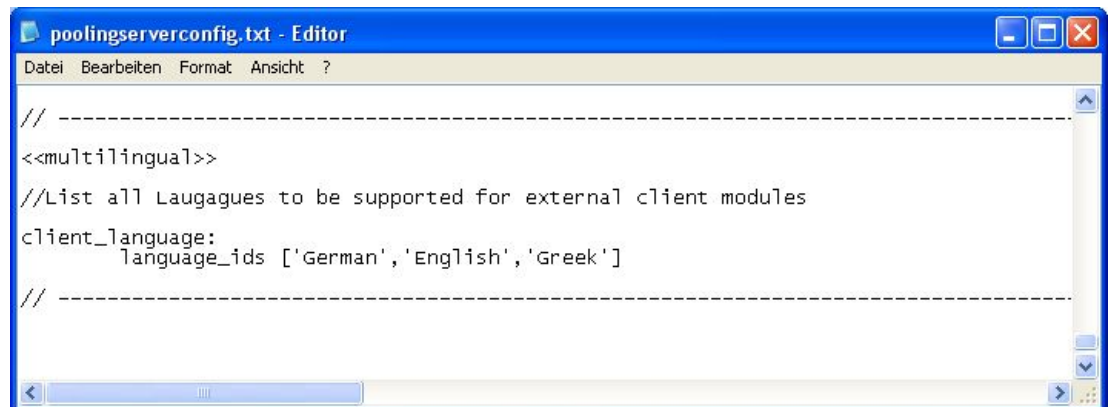

Abbildung 9: Beispiel für Spracheinstellungen (*Language_ids*)
Wenn Sie zum ersten Mal die *Language IDs (Spracheinstellungen)* in der Textdatei bearbeitet haben (siehe Abbildung 9) und den DPE danach starten, werden die konfigurierten Sprachen in der Zeile *Sprache* des Dialogs *Benutzeranmeldung* angezeigt, siehe Abbildung 7.
- Wenn Sie mehrere Spracheinstellungen in der Textdatei definiert haben (siehe Abbildung 9), wählen Sie beim Starten des DPEs die entsprechende Sprache aus, in denen die Attributswerte angezeigt werden sollen. Siehe Abbildung 7.